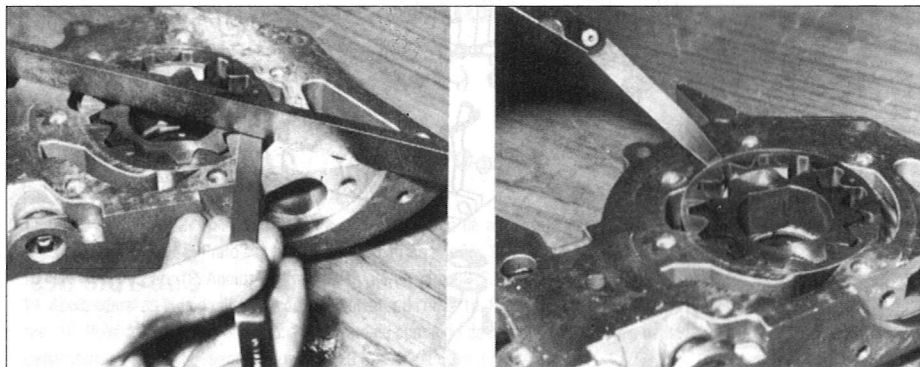

Fig. 25
- Controlar a folga entre o corpo da bomba e o carreto comandado, assim como entre o plano de apoio da tampa e a bordo superior dos carretos (Fig. 25).